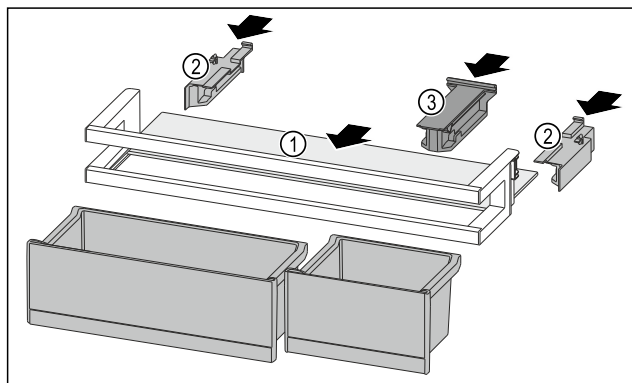

Fig. 225
- ▶ Împingeți în interior raftul Fig. 225 (1) în degajările laterale.
- ▶ Introduceți piesele laterale Fig. 225 (2).
- ▶ Introduceți piesa de susținere Fig. 225 (3).